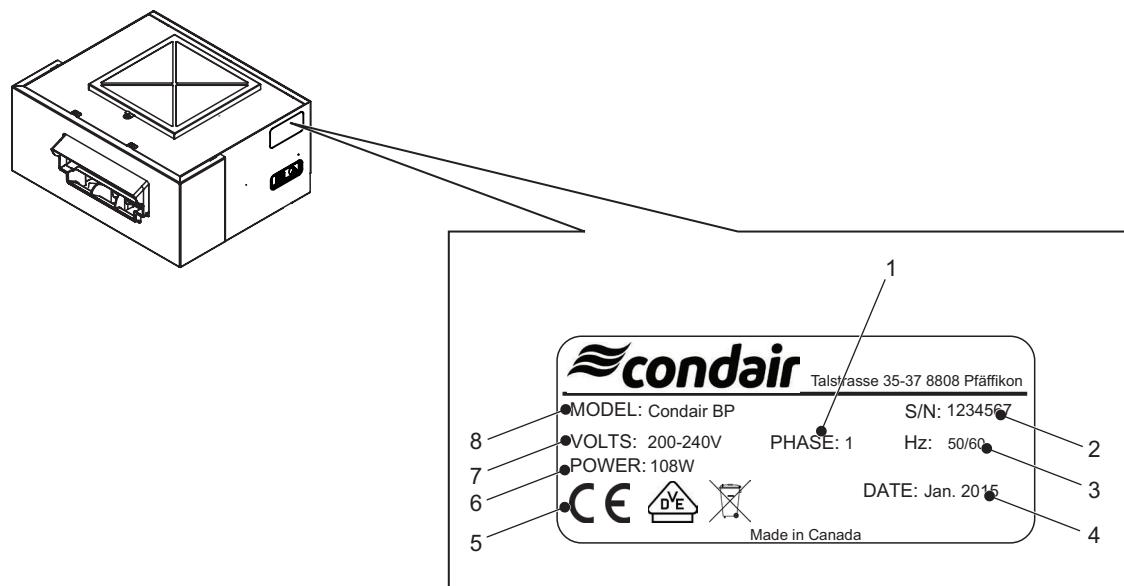

Figure 2 : Plaque signalétique de l'unité de ventilation Condair
- Vérifier que le type de modèle sur la plaque signalétique correspond à votre installation. Consulter la Figure 2 sur la page 11.
La plaque signalétique située sur le côté de l'unité de ventilation indique le type de modèle, le numéro de série et d'autres détails afférents. Consulter la Figure 2.
- La tension et la phase disponibles de l'alimentation en courant électrique doivent correspondre aux réquisitions de l'unité de ventilation, comme indiqué sur la plaque signalétique. Référez-vous à la Figure 2 sur la page 11.